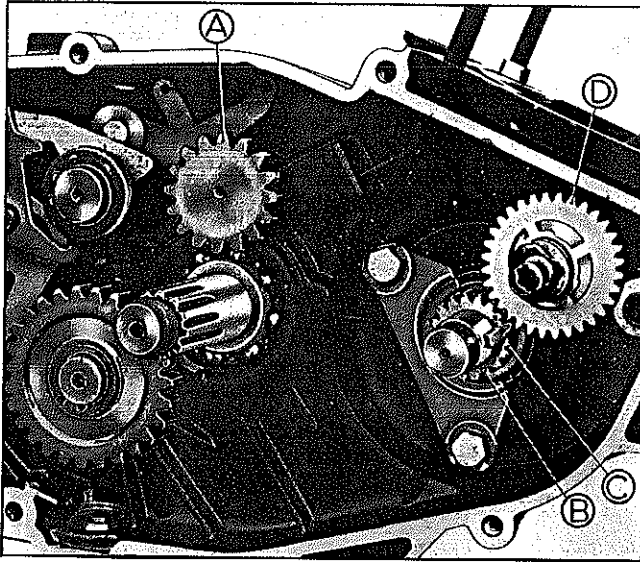

FIG. M16 - A. EIXO AÇION. ROTOR BOMBA D'ÁGUA
1. Remover o eixo de acionamento do rotor da bomba d'água. Figura M16.
Remover a engrenagem condutora da bomba do óleo, o anel "O" ring e a bucha. Figura M16.
3. Remover a arruela de compensação, o eixo, a engrenagem conduzida e a arruela de compensação do sistema de lubrificação. Figura M16.